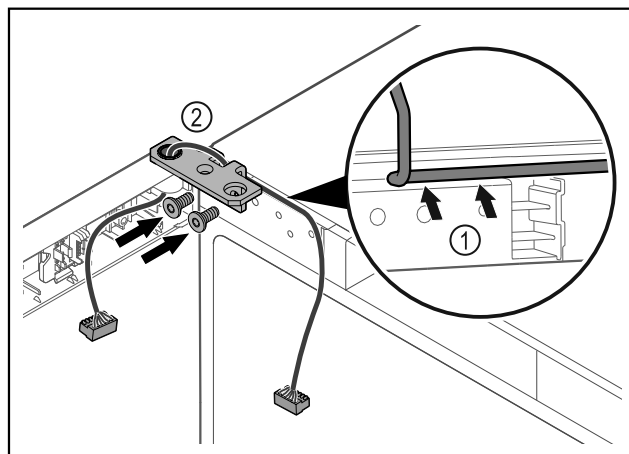

Fig. 39
- ▶ Kaloni kabllon përmes së prerës në profilin e menteshës dhe shtrijeni me kujdes Fig. 39 (1).
- ▶ Mbërtheni vidat e profilin të menteshës Fig. 39 (2).